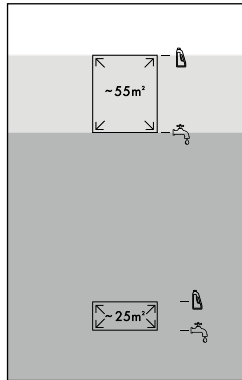

Abb. 9
- ◆ Füllen Sie für große Flächen  (bis zu 55 m²) Leitungswasser oder destilliertes Wasser bis zur dritten Füllstand-Markierung  in den Frischwasserbehälter **11** (siehe Abb. 9).
- ◆ Füllen Sie für große Flächen  (bis zu 55 m²) Reinigungsmittel bis zur vierten Füllstand-Markierung  in den Frischwasserbehälter **11** (siehe Abb. 9).